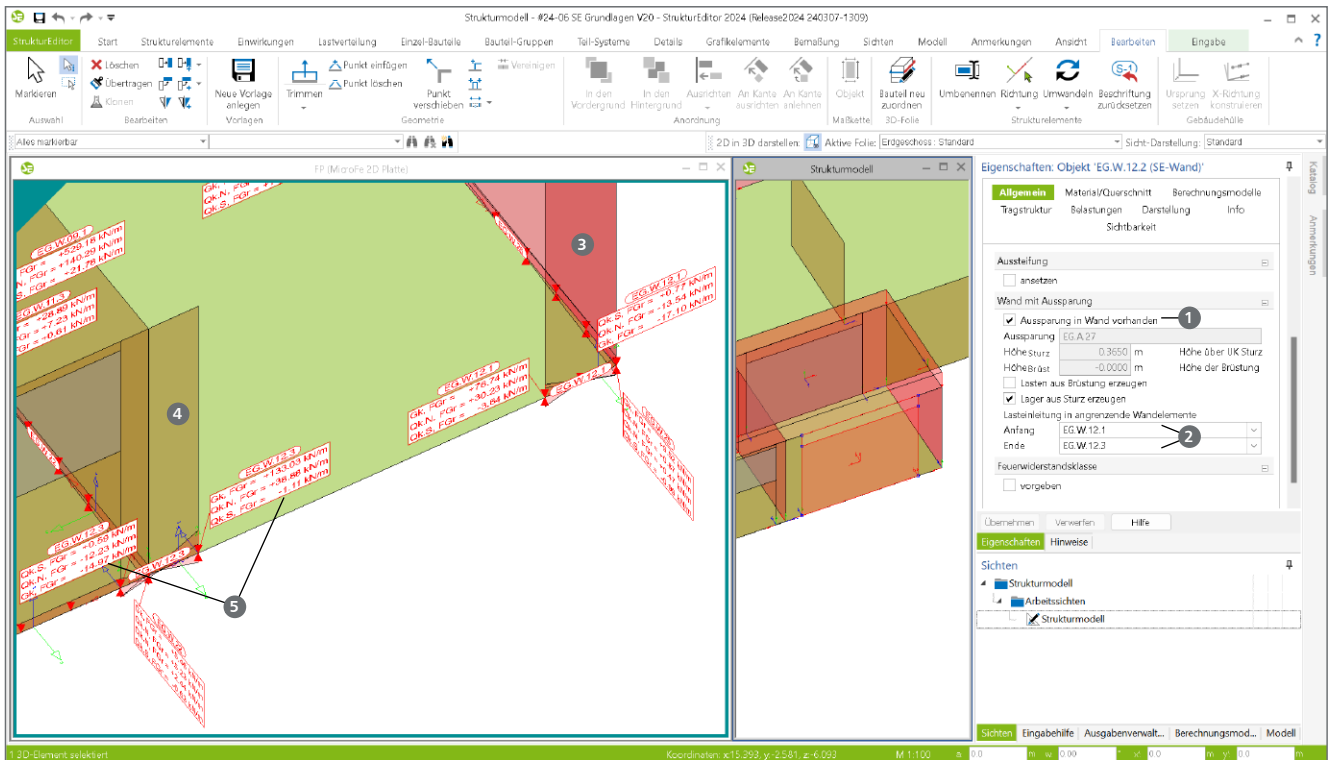

Bild 5. Berechnungsmodell einer 2D-Fundamentplatte mit Lasten aus aufstehenden Strukturelementen
In Bild 5 ist das Ergebnis der Verteilung auf die angrenzenden SE-Wände zu erkennen. Die Lasten aus dem Lager infolge SE-Wand „EG.W.12.2“ wird in die angrenzenden SE-Wände „EG.W.12.1“ ③ und „EG.W.12.3“ ④ eingeleitet. Durch die jeweils exzentrische Lasteinleitung am Wandkopf der angrenzenden SE-Wand entsteht am Wandfuß eine trapezförmige Belastung ⑤.